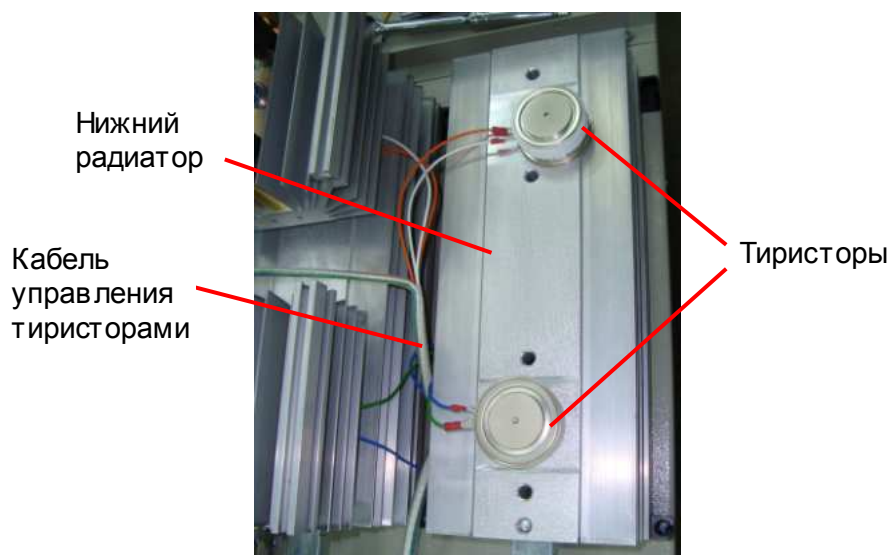

Рис. 6.27
6.13.7.8. Отсоединить провода кабеля управления от клемм тиристоров (рис. 6.27), снять тиристоры и положить их в тару. Обратить внимание на сохранность центровочных штырей в нижнем радиаторе (аналогично рис. 6.26), которые не закреплены в радиаторе и могут выпадать.